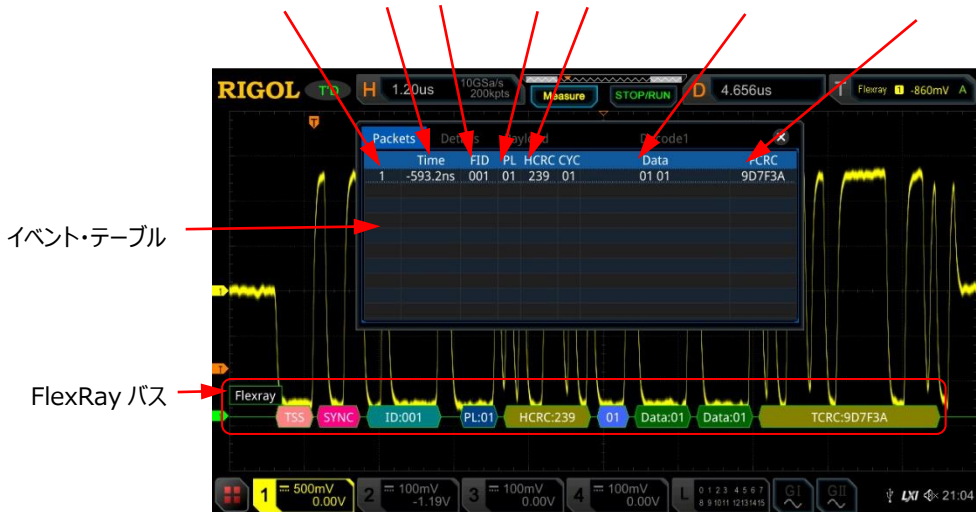

Figure 11-13 FlexRay デコード・イベント・テーブル
**Event Table** を押すとイベント・テーブル設定メニューに入ります。イベント・テーブルは、デコードされた長いデータをよりよく観察できるように、詳細なデコード情報をテーブルの形式で時間順に表示します。デコード情報には、デコードされたデータ、対応するライン番号、時間、フレーム ID、ペイロード長 (PL) 情報が含まれます。
- イベント・テーブルの開閉：**Event Table** を押してイベント・テーブルをイネーブルまたはディセーブルにします。イネーブルのときは Figure 11-13 のようにイベント・テーブルが表示されます。テーブルの右上のアイコン **X** をタップするとイベント・テーブルを閉じることができます。オペレーション・ステータスが"STOP"のときには、マルチ・ファンクション・ノブを回して表示を上下にスクロールすることができます。